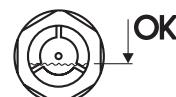

Fig. 6 :
- Injectez lentement l'huile à l'aide de la seringue. 5 à 10 minutes sont nécessaires pour que l'huile atteigne le même niveau dans les deux chambres à huile. La quantité d'huile est correcte lorsque le niveau d'huile se trouve au tiers inférieur du verre-regard (fig. 6). Le volume d'huile nécessaire est fonction de la position de montage, valeurs de référence : cf. tableaux 3 et 4.